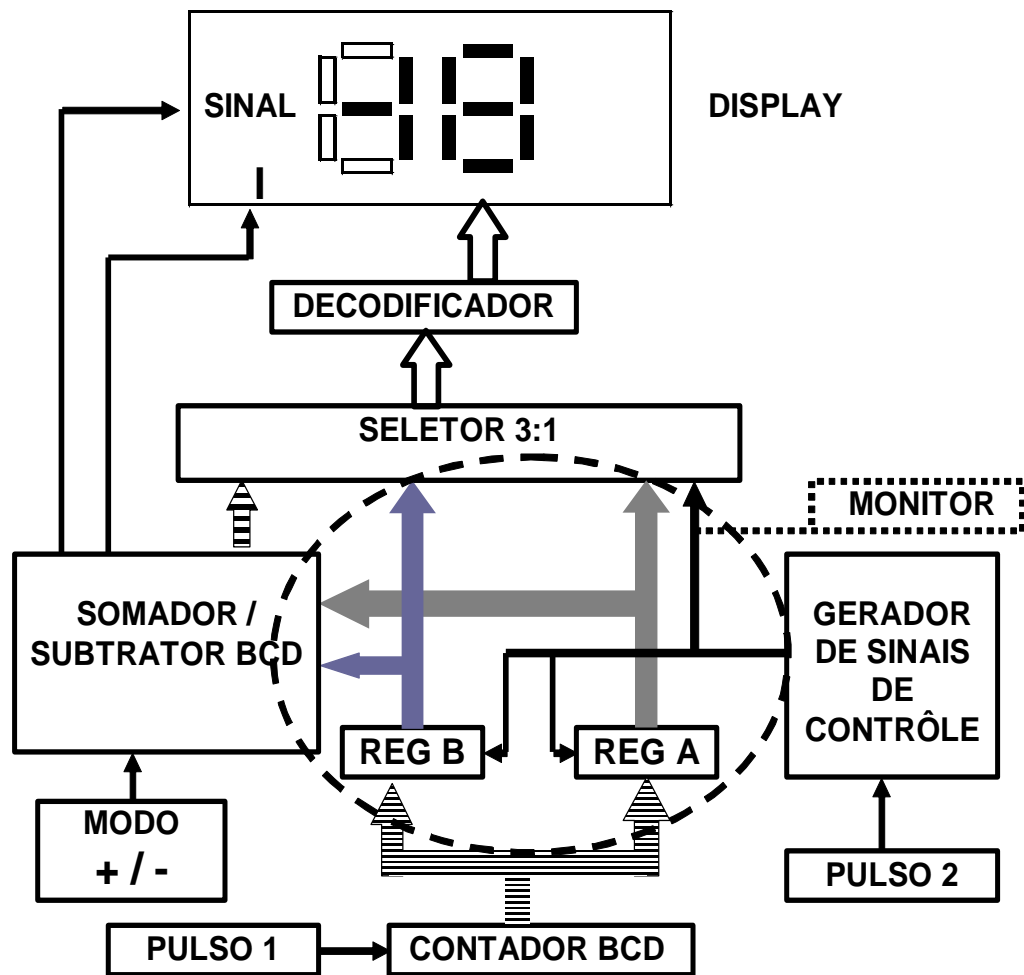

Fig 1 - ET A P A 8
fig 1 etapa 7
**2.3 Observar as interligações necessárias de acordo o planejamento (fig 1). PORTANTO O ESQUEMA DEVE SER COMPLETADO APOS A PROXIMA AULA COM:**
1.6 Esquematizar os circuitos para o Registrador A e B desenhando todas as interligações conforme planejamento Fig 1 e as etapas anteriores.